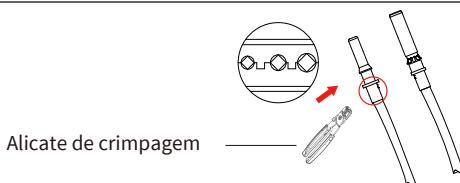

Figura 3.4 Prenda o pino de contato no fio
- b) Realize a crimpagem dos terminais metálicos utilizando uma alicate de crimpagem conforme a figura 3.4.